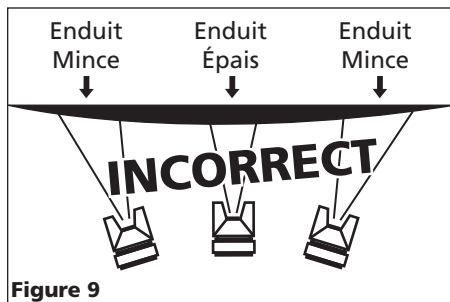

Figure 9
- pendant le coup et toujours déplacer la buse pendant la pulvérisation. Arrêter le pistolet en mi coups causera un surplus de peinture et résultera en coulements. Ne pas bouger le pistolet en éventail d'un côté à l'autre pendant la pulvérisation. Ceci causera un surplus de peinture au centre du coups et un enduit insuffisant à chaque bout (Voir Figure 9).